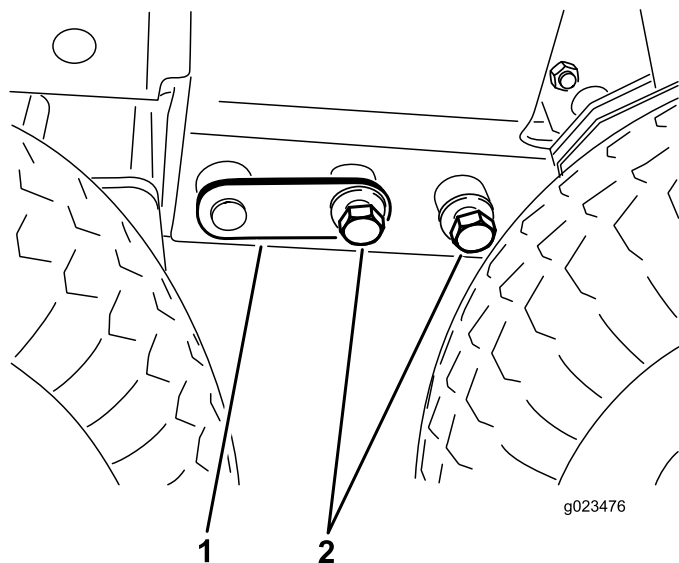

Figura 22
9. Ajuste el gato para colocar los pernos (3/4 pulg.) en cada lado (Figura 22). Apriete los pernos a 359 N-m (265 pies-libra).